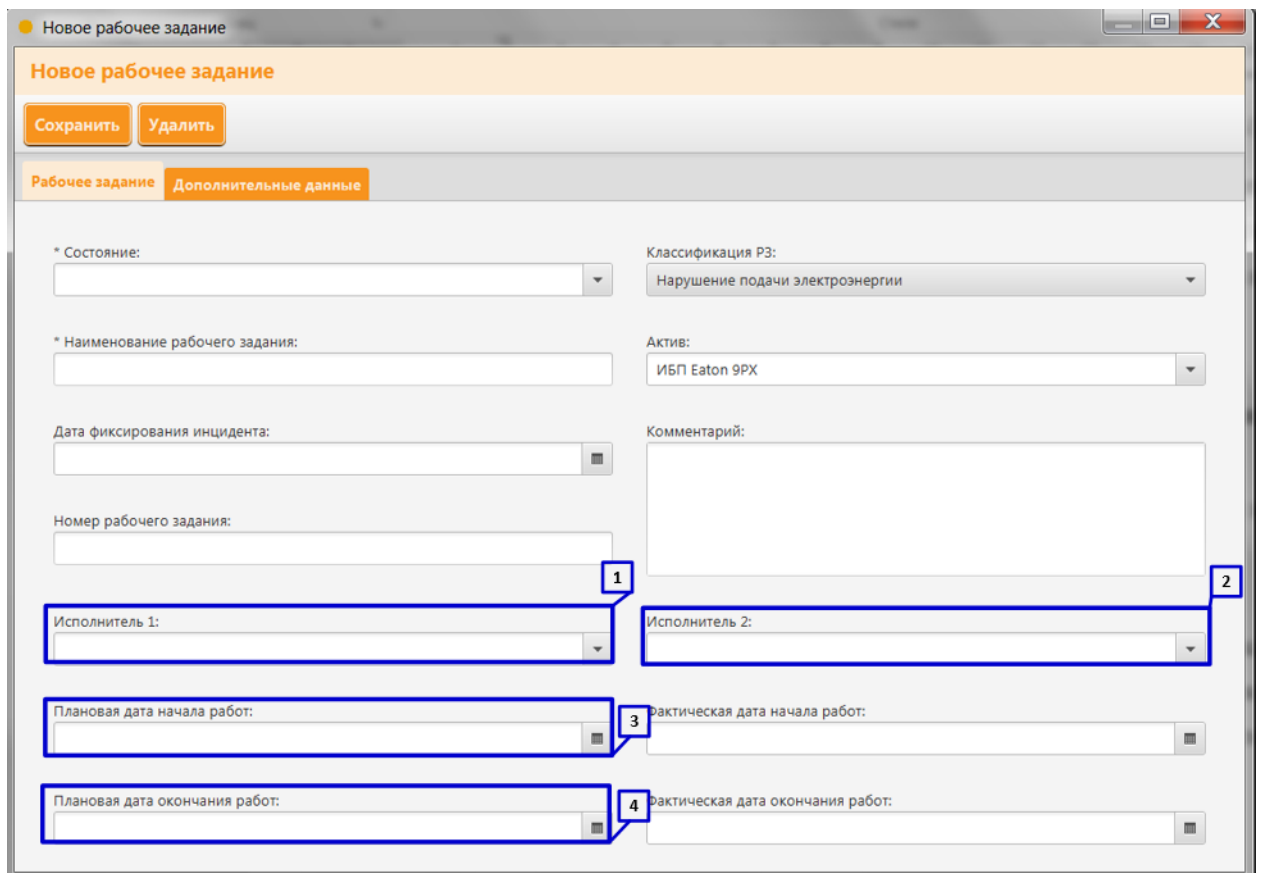

Рисунок 37. Создание рабочего задания в карточке актива (Часть 3)
9. В строке «Исполнитель 1» и «Исполнитель 2» из выпадающего списка выберите сотрудника (сотрудников), назначенных на выполнение рабочего задания (**Рисунок 37 пункт 1, пункт 2**);
10. В строке «Плановая дата начала работ» введите дату, когда планируется начало работ по техническому обслуживанию и ремонту актива (**Рисунок 37 пункт 3**);
11. В строке «Плановая дата окончания работ» введите дату, когда планируется окончание работ по техническому обслуживанию и ремонту актива (**Рисунок 37 пункт 4**);